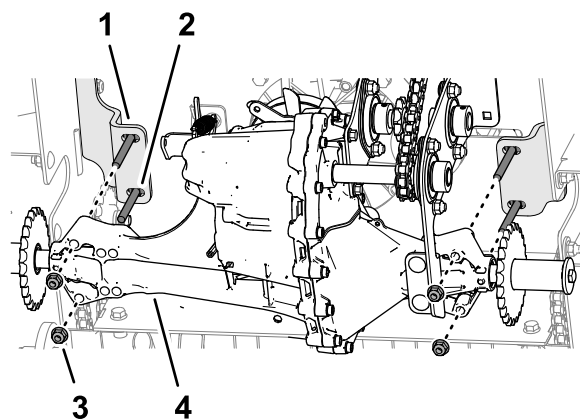

Figure 62
- Vérifiez que les 4 boulons de carrosserie (3/8 x 2 3/4 po) sont vissés sur les 2 supports d'essieu (Figure 62).